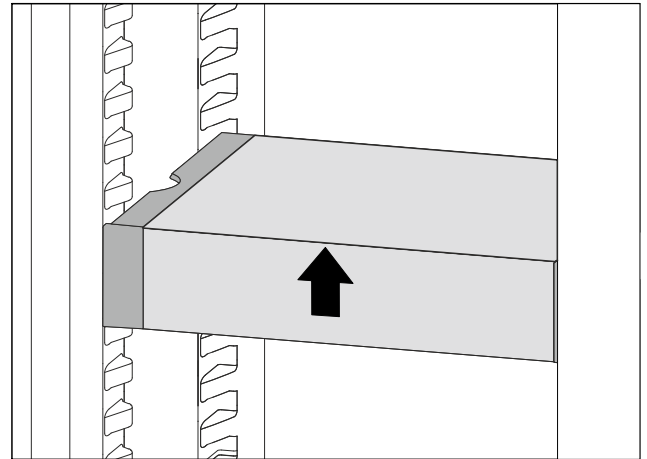

*Fig. 111*
- VarioSafe-Schubfach hinter den Stopperrn auf gewünschter Rippe *Fig. 111 (1)* oder *Fig. 111 (2)* aufsetzen.